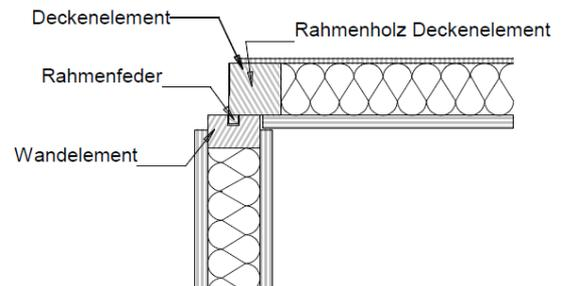

Abbildung 15
- ☞ Die Rahmenfeder des Deckenelementes in die Nut der Wandelemente einrastet (Abbildung 15).